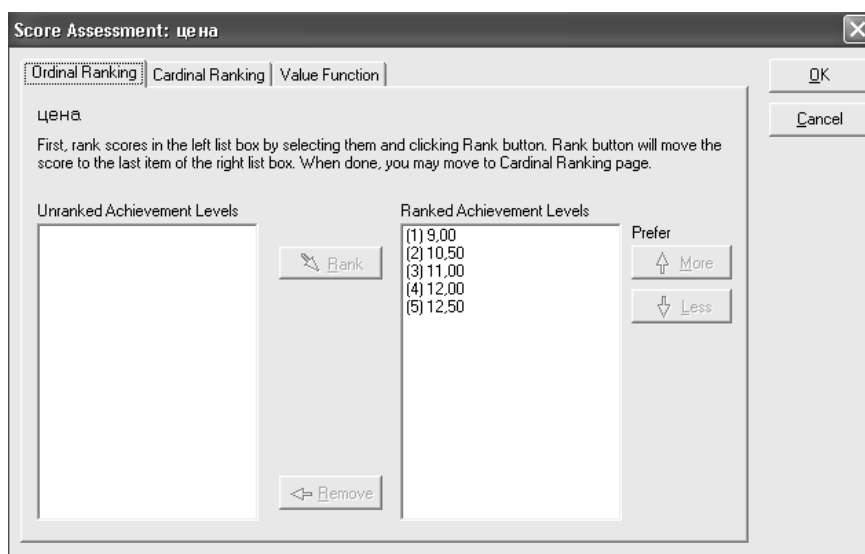

Рис. 5 Ранжування вибраного критерію
5. Введені критерії відображаються у вікні Preference Information. Подвійним кліком маніпулятора мишки на критерії, що підлягає ранжуванню, встановлюємо вагу критерію, як це показано на рис. 5. Якщо ранжування встановлено, то у вікні Preference Information поля «Assessed» змінюється значення з «No» на значення «Yes», як показано на рис 6.